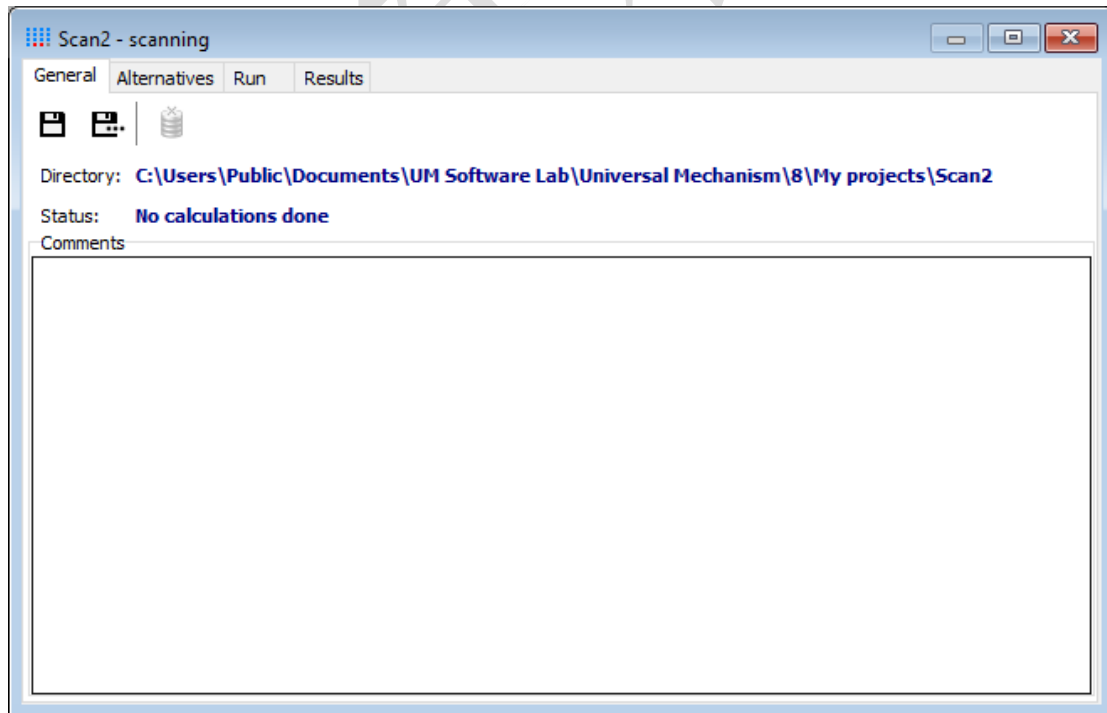

图 2.3 Scanning 项目界面
4. 点击 **OK** 和是(Y)，创建一个 **Scanning** 项目，此时弹出 **Scanning** 项目界面，如图 2.3 所示。